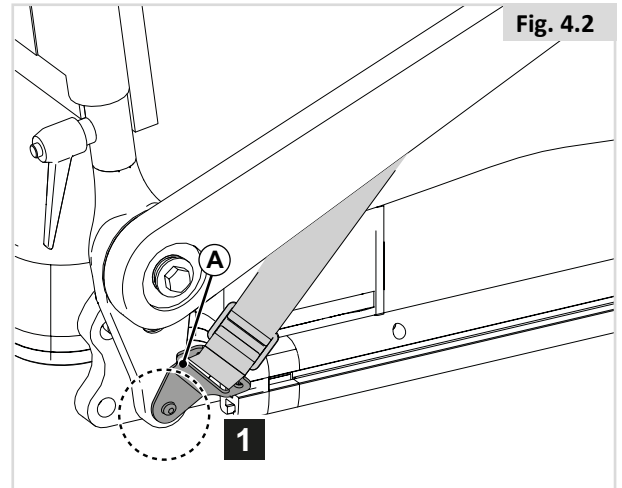

Fig. 4.2
1. Fest (A) til seterammen ved bruk av en skrue på høyre og venstre side. (Fig. 4.2)